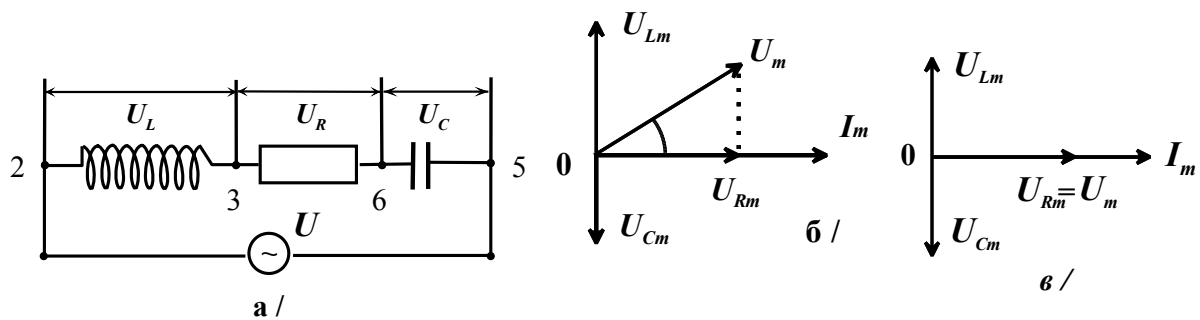

Рис. 5
Подадим переменное напряжение (1) на цепь из  $R$ ,  $L$  и  $C$  как показано на рис. 5, а.
В этом случае через все три элемента протекает одинаковый ток. Направим вектор тока горизонтально, как показано на рис. 5,б, и отложим вдоль этой оси вектор, длина которого равна амплитудному значению тока в цепи -  $I_m$ .
Падение напряжения на емкости  $U_C$  отстает от тока по фазе на  $\pi/2$ , и поэтому вектор напряжения на  $C$ , равный по величине  $U_{Cm} = I_m X_C = I_m / \omega C$ , следует повернуть относительно вектора тока на угол  $\pi/2$  по часовой стрелке. Падения напряжений  $U_R$ ,  $U_L$  и  $U_C$  в сумме должны быть равны приложенному напряжению  $U$ . Поэтому, сложив векторы  $U_{Rm}$ ,  $U_{Lm}$  и  $U_{Cm}$  получим вектор  $U_m$ , величина которого равна амплитуде напряжения на зажимах цепи. Векторная диаграмма цепи, состоящей из последовательно соединенных  $R$ ,  $L$  и  $C$ , тогда примет окончательный вид, показанный на рис. 5б.
Вектор  $U_m$  образует с вектором тока угол  $\varphi$ , представляющий разность фаз между напряжением  $U$  и силой тока  $I$ . Из рис. 5б видно, что
Сдвиг фаз между током и напряжением зависит от соотношения между индуктивным сопротивлением  $X_L$  и емкостным сопротивлением  $X_C$  цепи. Если  $\omega L > 1/\omega C$  (преобладает индуктивное сопротивление), то ток по фазе отстает от напряжения. Если  $1/\omega C > \omega L$  (преобладает емкостное сопротивление), то ток опережает напряжение. При  $\omega L = 1/\omega C$  ток и напряжение изменяются синфазно. При удовлетворяющей этому условию частоте  $\omega_{рез} = 1 / (LC)^{1/2}$ , называемой резонансной частотой, полное сопротивление цепи минимально и равно  $R$ . При этом падение напряжения на активном сопротивлении равно приложенному напряжению  $U$ . Падения напряжений на индуктивности  $U_L$  и емкости  $U_C$  равны по амплитуде и противоположны по фазе. При условии, что  $\omega L = 1/\omega C \gg R$ , амплитуда напряжений на индуктивности и емкости оказывается много больше амплитуды приложенного напряжения и поэтому описанное явление называется резонансом напряжений. Векторная диаграмма рассматриваемой цепи при резонансе напряжений принимает вид, показанный на рис. 5в.